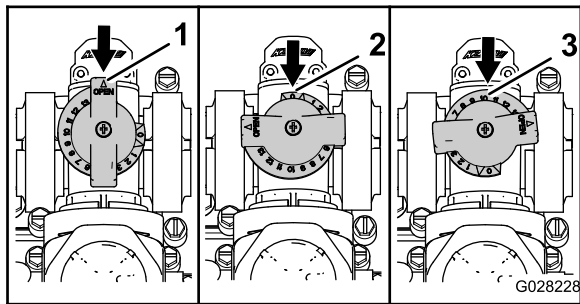

图31
- 图31 中 A 所示为搅拌旁通阀处于完全“打开”位置。
- 图31 中 B 所示为搅拌旁通阀处于“关闭(0)”位置。
- 图31 中 C 所示为搅拌旁通阀处于中间位置（经打药车系统压力表进行调节）。